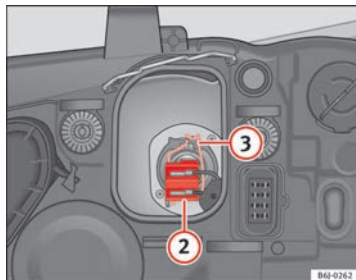

Fig. 162 Feux de croisement
- Retirez le connecteur ⇒ fig. 162 ② de l'ampoule.
- Décrochez le ressort entrebâilleur ⇒ fig. 162 ③ en le pressant vers l'intérieur et vers la droite.